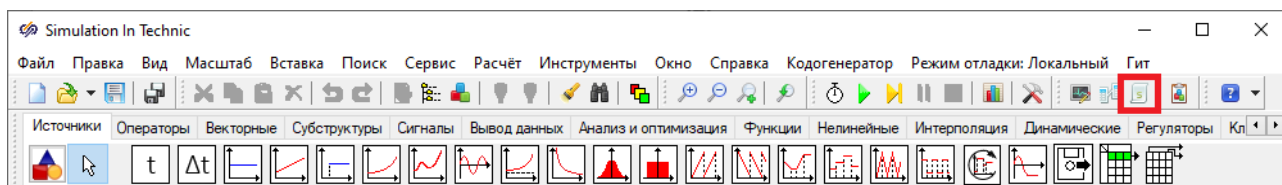

Рисунок 2.2.12. Вызов окна редактора языка программирования проекта с помощью главного окна программы.
2) Нажав на кнопку «Скрипт» в главном окне программы (Рисунок 2.2.12).